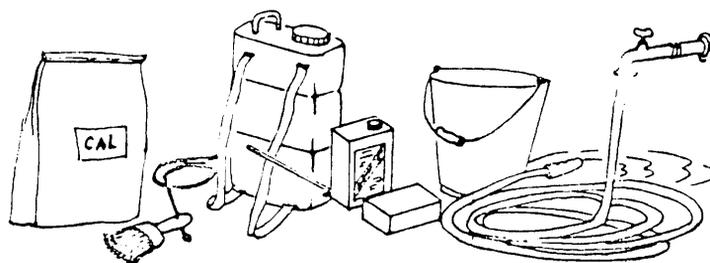

FIG. 27. Material necessário para desinfecção de instalações.
b) Providencie sabão, balde, mangueira, desinfetante, pulverizador, brocha e cal (Fig. 27).